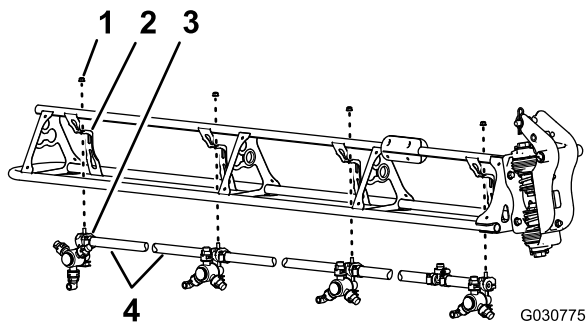

Рисунок 122
1. Перережьте шланг между двумя распылительными соплами (Рисунок 122).
2. Отверните фланцевую контргайку (5/16 дюйма), которая крепит распылительное сопло к опоре сопла (Рисунок 122).